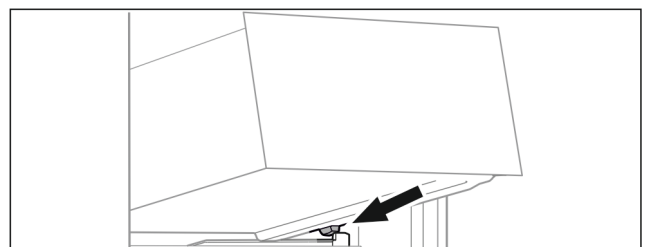

Fig. 97
- ▶ Встановити висувний ящик за стопорами на ребро для резервуару навкоси. (див. Fig. 97)